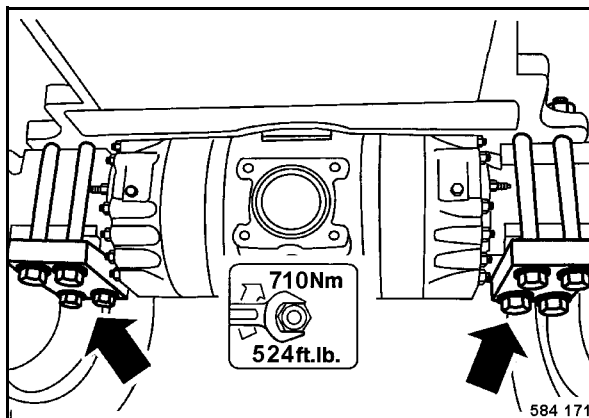

fig. 140
- Vérifier le serrage de tous les écrous de fixation des boulons de maintien des essieux (fig. 140).